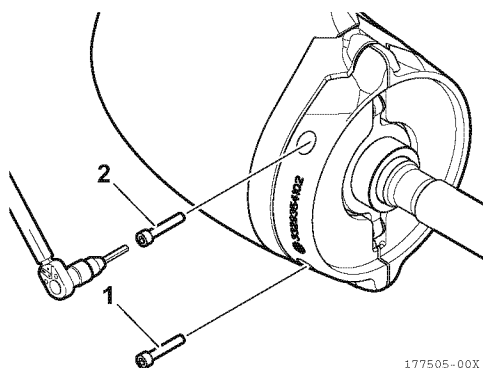

Figura 30
2. Utilizzando una chiave dinamometrica con chiave a brugola, serrare le viti di fissaggio (1, 2, **Figura 30**) degli anodi a una coppia di 9 Nm.